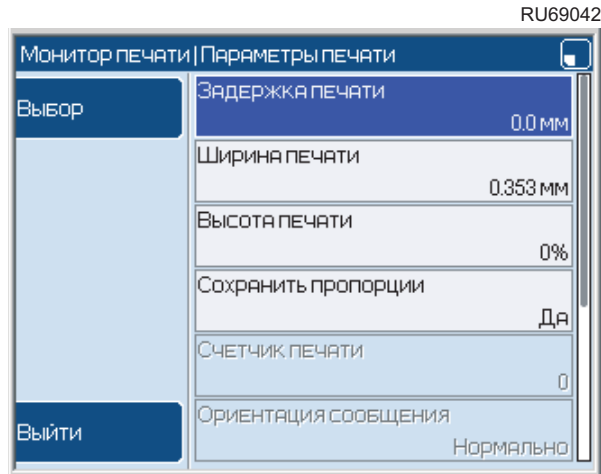

Рис. 1-5. Страница «Параметры печати»
Некоторые из этих страниц ведут на другие страницы. Эти страницы также предоставляют информацию о принтере или о командах, которые ему были даны. Например, на странице **Параметры печати**, показанной на Рис. 1-5, вы можете просмотреть информацию о текущем сообщении.
1. Нажимайте клавишу со стрелкой вверх или вниз до тех пор, пока не будет выделен требуемый элемент, о чем свидетельствует белый текст и синий фон. Например, на Рис. 1-5 выделена опция **Задержка печати**.